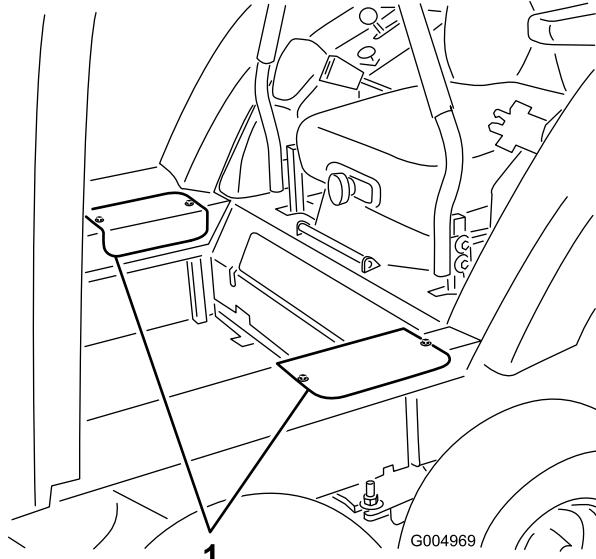

Bild 122
52. Befestigen Sie die seitlichen Abdeckplatten mit den vorher entfernten Schrauben (**Bild 122**).